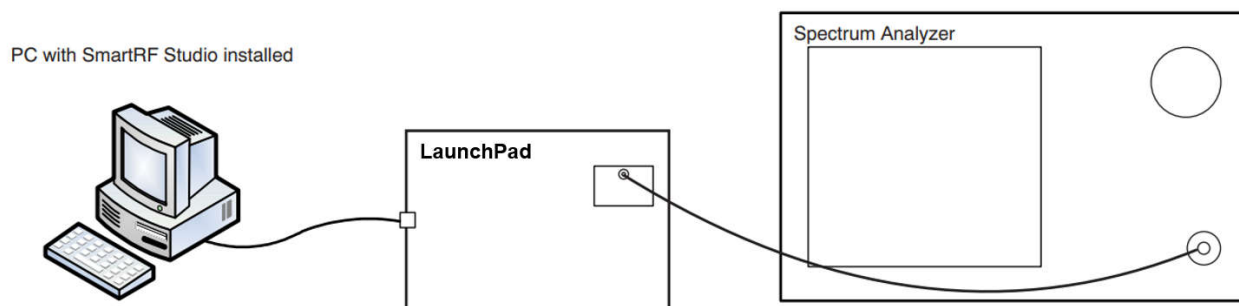
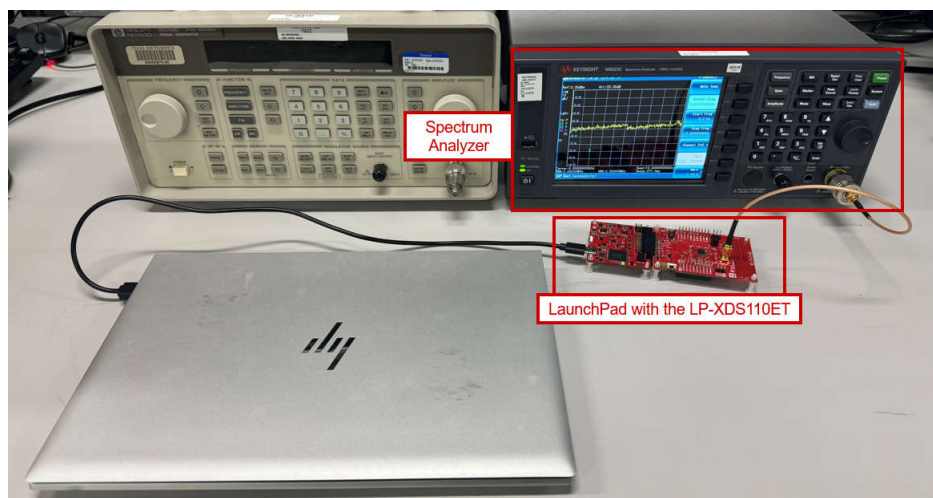

图 7-17. 杂散辐射测试设置示意图
图 7-18. 杂散辐射测试工作台设置
测试条件：图 7-17 展示了杂散辐射测试设置。
- 第 1 步：按图 7-17 和图 7-18 所示连接仪器。